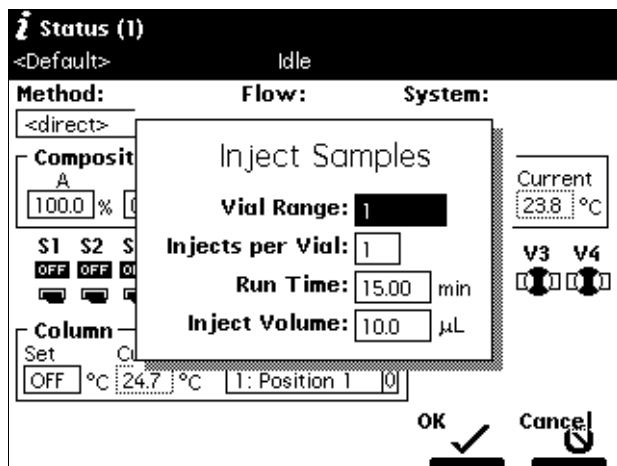

图 4-16 样品进样对话框
5. 选择 **Inject Samples（样品进样）** 选项，然后按 **Enter**。出现 Inject Samples（样品进样）对话框（图 4-16）。